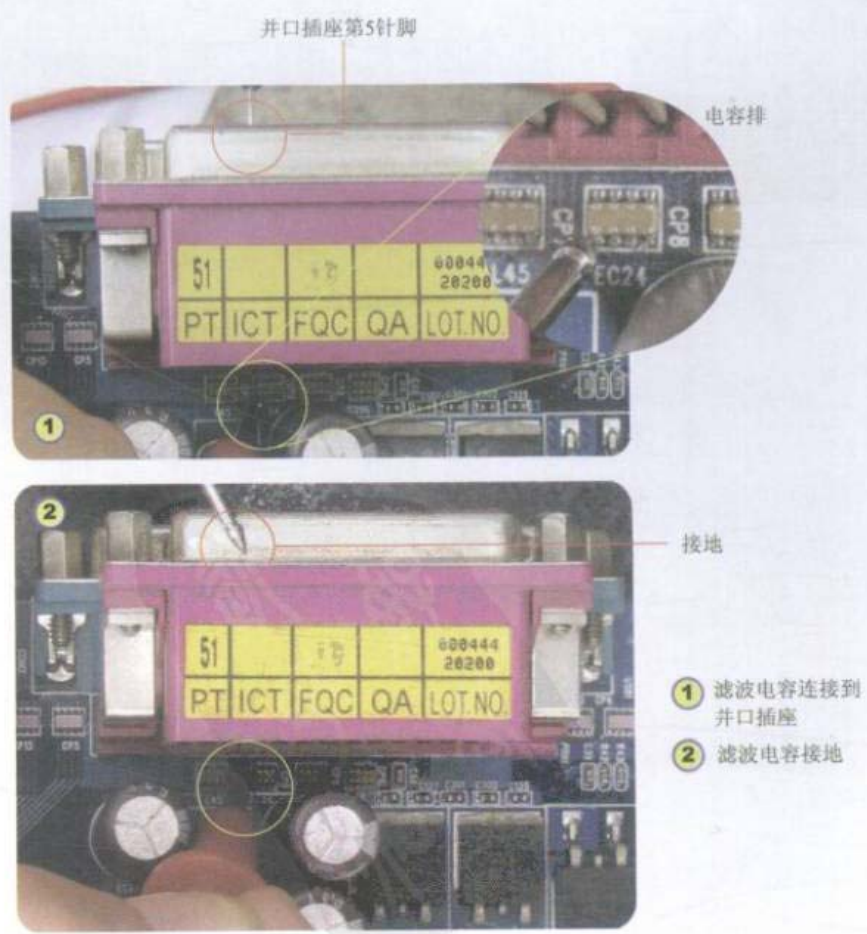

图5-45 测量并口电路中滤波电容的连接线路
**Step 03** 测量并口电路中滤波电容的连接线路，如图5-45所示。